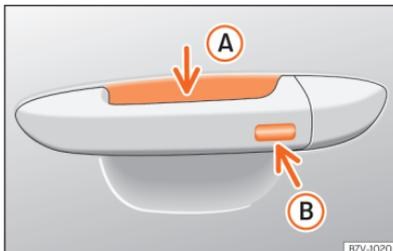

Abb. 69 Türgriff: Sensorflächen.
»» [Abb. 69]
- Berühren Sie die auf der Außenseite des Türgriffs befindliche Sensorfläche »» [Abb. 69] **B**. Alle Blinker leuchten einmal.
- Berühren Sie innerhalb von 5 Sekunden einmal die auf der Außenseite des Türgriffs befindliche Sensorfläche »» [Abb. 69] **B**. Ergreifen Sie dabei nicht den Türgriff. Das System Keyless Access ist jetzt vorübergehend deaktiviert.
Um mit der **Komfortfunktion** alle elektrischen Seitenfenster und das Glasdach zu schließen, lassen Sie einen Finger einige Sekunden auf der Sensorfläche für Verriegelung »» (Abb. 69)  am Türgriff, bis die Seitenfenster und das Dach geschlossen sind.